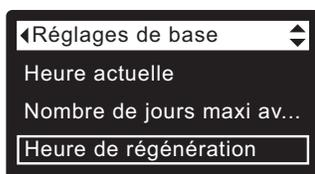

FIG. 52
3. Appuyez sur le sélecteur (O) pour afficher le menu des réglages de base (cf. Figure 52).
7. Appuyez sur le sélecteur (O) : l'afficheur revient au menu des réglages de base (cf. Figure 52).